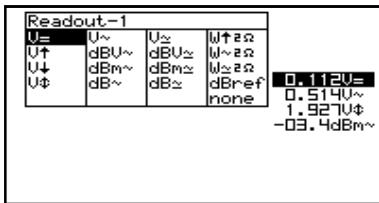

Fig 21
2. Press the cursorkeys to highlight the desired readout function for meter 1 readout. (Fig. 21)
2. Druk op de pijltoetsen voor het kiezen van de uitlezingfunctie van meter 1. (**fig 21**)
2. Utilisez les touches curseur pour choisir la fonction désirée pour ce premier appareil de mesure. (**fig 21**)